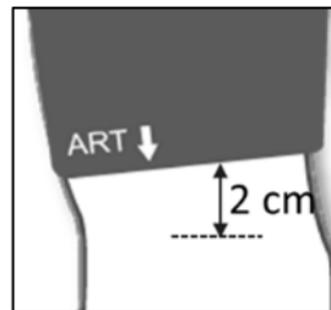

Fig.2 : Fixation du brassard
- Placez le brassard de manière à ce que le tuyau ne puisse être plié à autre endroit. Fixez le brassard de sorte que le bord inférieur du brassard se trouve à 2 cm (0,8 Inch) environ au-dessus de votre pli du coude, voir Fig. 2.
- Veuillez impérativement à ce que le symbole représentant une artère coïncide avec l'artère du bras sur le brassard (artère brachiale), voir Fig. 2.